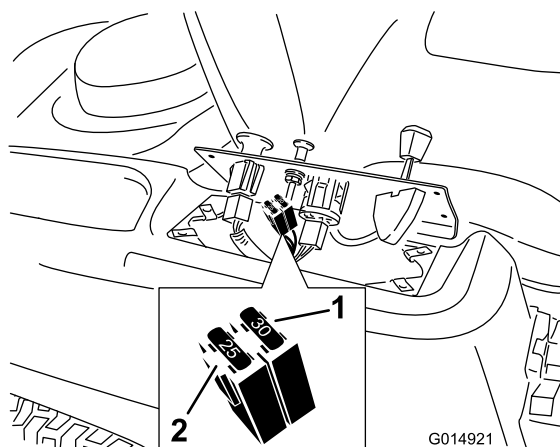

Figure 41
2. Soulevez le panneau de commande pour accéder au faisceau de câblage principal et à la boîte à fusibles (Figure 41).
3. Pour remplacer un fusible, tirez dessus pour l'enlever (Figure 41).